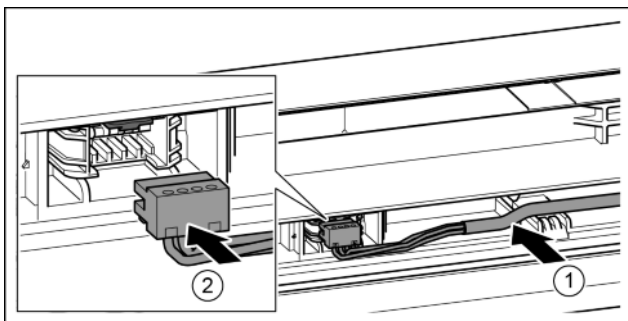

Fig. 38
- ▶ Sivý kábel vložte do vedenia v horných dverách. *Fig. 38 (1)*
- ▶ Zaklapnite zástrčku. *Fig. 38 (2)*